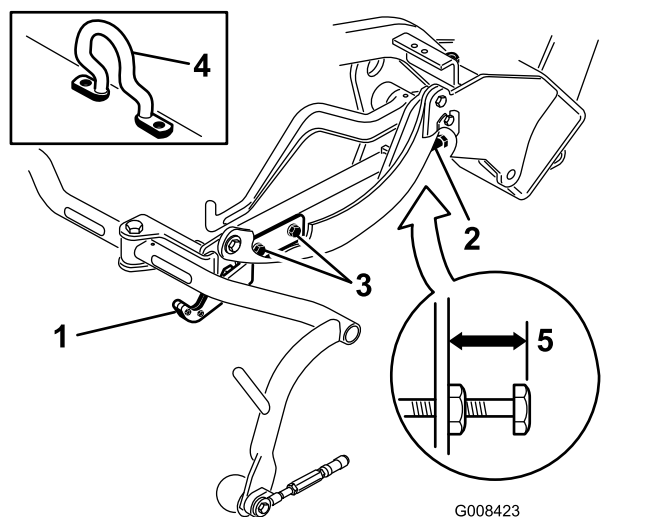
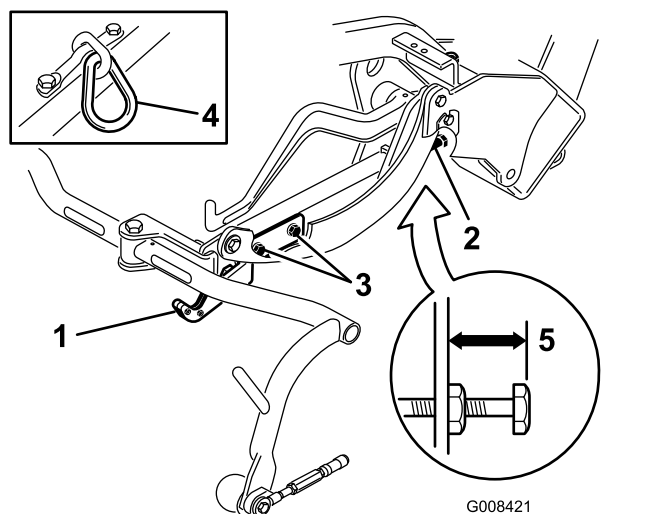
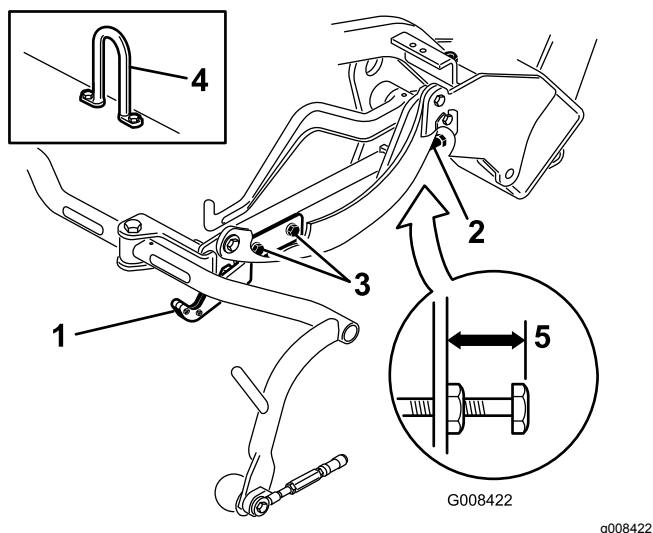

Рисунок 13
Рисунок 14
Рисунок 15
3. Если режущие блоки оснащены звеном цепи или прямой подъемной проушиной (Рисунок 14 и Рисунок 15, врезка), убедитесь, что расстояние от верха регулировочного винта несущей рамы до задней стороны несущей рамы составляет 22 мм. Если расстояние не равно 22 мм, перейдите к этапу 4. Если режущий блок оборудован подъемной серьгой (Рисунок 13), перейдите к следующему этапу.
Проверьте и при необходимости отрегулируйте транспортную высоту (Рисунок 14 и Рисунок 15).
2. Если режущие блоки оснащены изогнутой подъемной проушиной (Рисунок 13, врезка), убедитесь, что расстояние от верха регулировочного винта несущей рамы до задней стороны несущей рамы составляет 25 мм. Если расстояние не равно 25 мм, перейдите к этапу 4.
- Ослабьте винты крепления транспортной планки (Рисунок 14, Рисунок 15 и Рисунок 13).
- Если несущие рамы находятся на разной высоте, ослабьте контргайку на регулировочном винте несущей рамы (Рисунок 13, Рисунок 14 и Рисунок 15). Выкручивайте винт для подъема и вкручивайте для отпускания. При достижении требуемой высоты затяните контргайку.